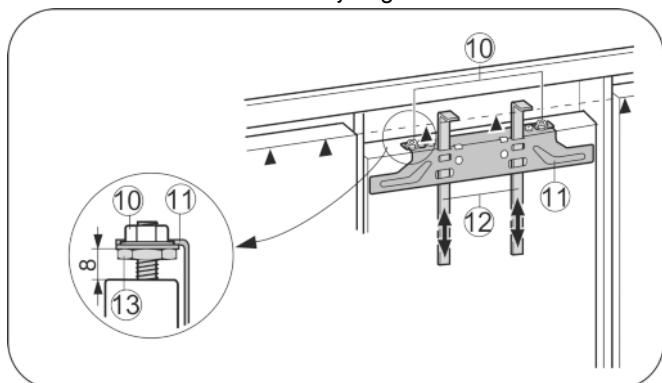

Fig. 25
- ▶ Pomoćne kutnike Fig. 25 (12) gurnite do visine vrata namještaja. Donji rub graničnika ▲ montažnog pomagala = gornji rub vrata namještaja koja se trebaju montirati.
- ▶ Odvijte pričvrstnu poprečnu letvicu Fig. 25 (11) preko protumatica Fig. 25 (10).